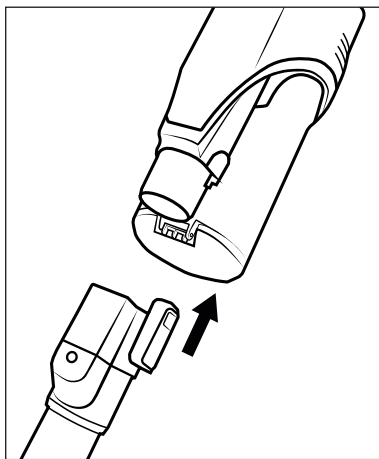

Fig. 1
- 1) Monte el tubo de aspiración 24 en el aparato hasta que encastre audiblemente con un chasquido (consulte la fig. 1).